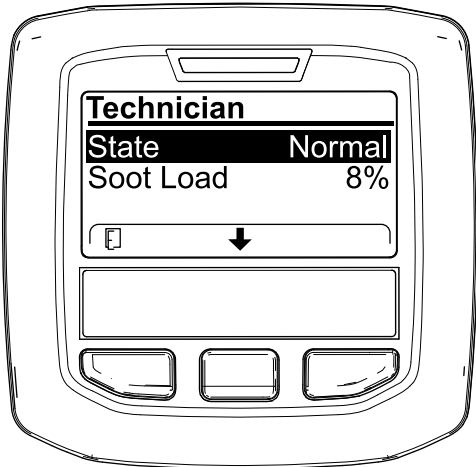

Bild 37
- Lesen Sie in der Tabelle für den Dieselpartikelfilter-Betrieb den aktuellen Zustand des Dieselpartikelfilter-Betriebs nach (Bild 37).